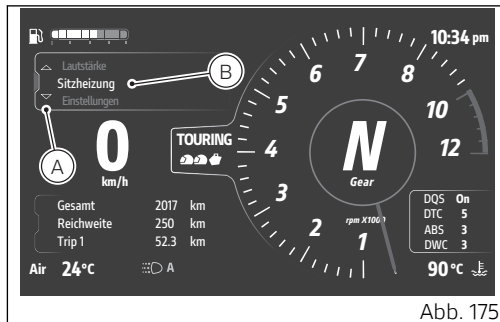

Abb. 175
- Das „Interactive Menu“ (A, Abb. 175) aufrufen. Dazu den Joystick länger anhaltend in die Position ▲ drücken.
- Mit dem Joystick ▲ ▼ die Angabe „Sitzheizung“ (L, Abb. 175) markieren, dann auf ENTER drücken.